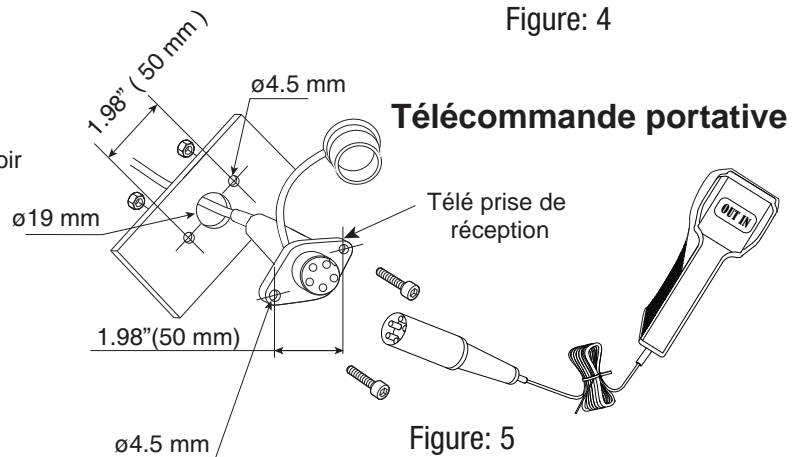

Figure: 5
2. Percez 3 trous conformément au modèle et aux dimensions illustré dans la figure 5 et montez la prise.